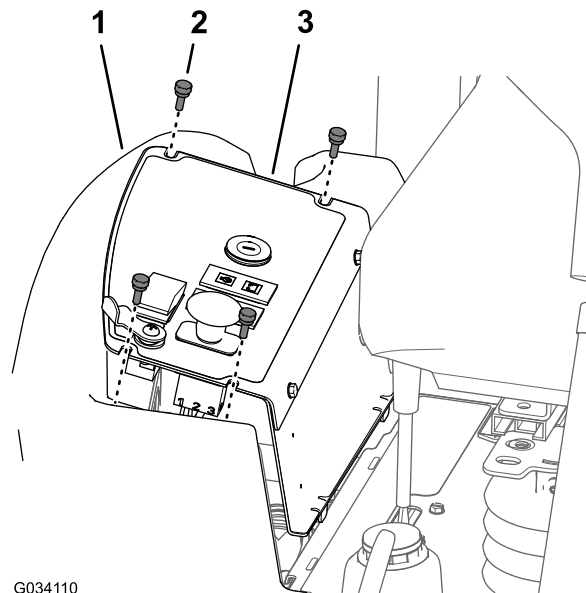

Figura 57
1. Retire los 4 tornillos moleteados que sujetan la placa del panel de control al depósito de combustible (Figura 57).
2. Levante la placa del panel de control (Figura 57).